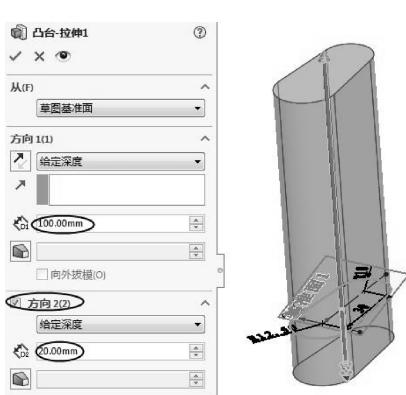

图 3-56 创建拉伸特征
- 04 创建基准平面后，单击【拉伸凸台/基体】按钮，然后选择绘制的草图进行拉伸，如图 3-56 所示。